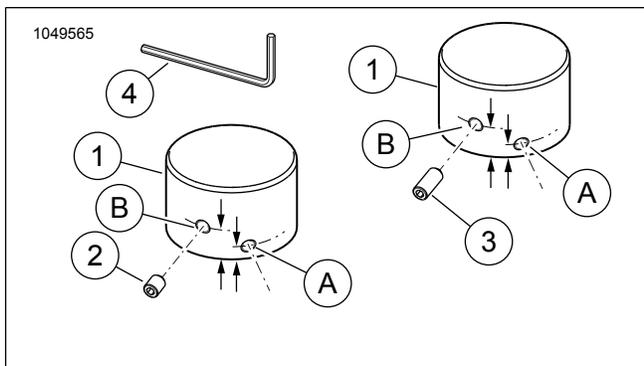

Figura 2. Kit da tampa da porca do eixo dianteiro
Veja Figura 2 e Tabela 1.
1. Veja Figura 2. Pegue uma tampa (1) e o parafuso de fixação **comprido** (3) do kit.
5. Veja Figura 2. Aperte o parafuso de fixação com firmeza com a chave de boca sextavada (4).